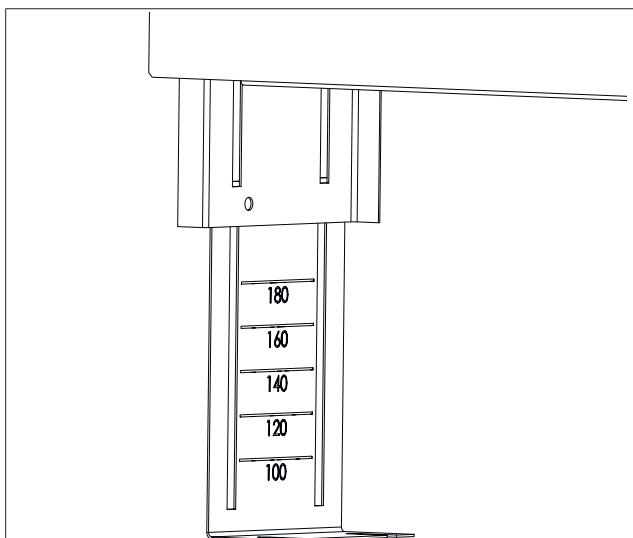

Fig. 7: Marquage de la hauteur
3. Ajuster les pieds du coffret pour pose encastrée à la hauteur souhaitée. Respecter la hauteur de la chape lors de l'ajustage des pieds. La surface de la chape devrait se situer au moins 1 cm au-dessus du bord inférieur du cache pour chape. Un marquage de la hauteur apparaît en extrayant les pieds (voir Fig. 7 auf Seite 29). Les dimensions indiquent la distance entre le plancher et le bord inférieur du cache pour chape. Ajuster les pieds en desserrant les écrous papillons et les fixer en serrant les écrous papillons.